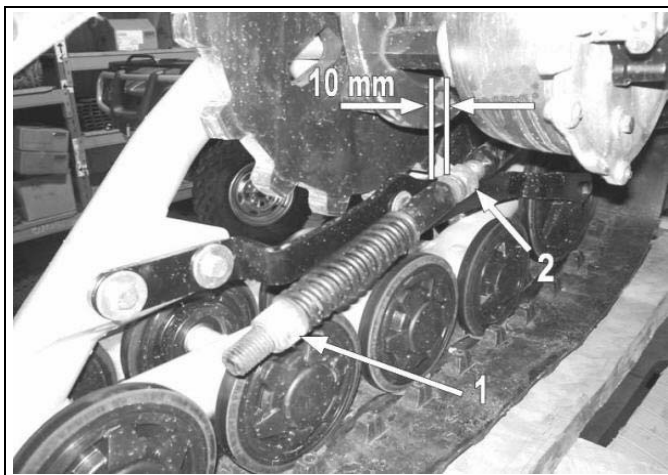

Figure 8
- Desserrer l'écrou (1) comprimant le ressort du bras stabilisateur (voir la Figure 8).
- Régler l'écrou (2) afin de produire une distance de 10 mm tel qu'indiqué.
- Tourner l'écrou (1) jusqu'à ce qu'il vienne en contact avec le ressort. Comprimer ensuite le ressort en tournant cet écrou de 1,5 tour.